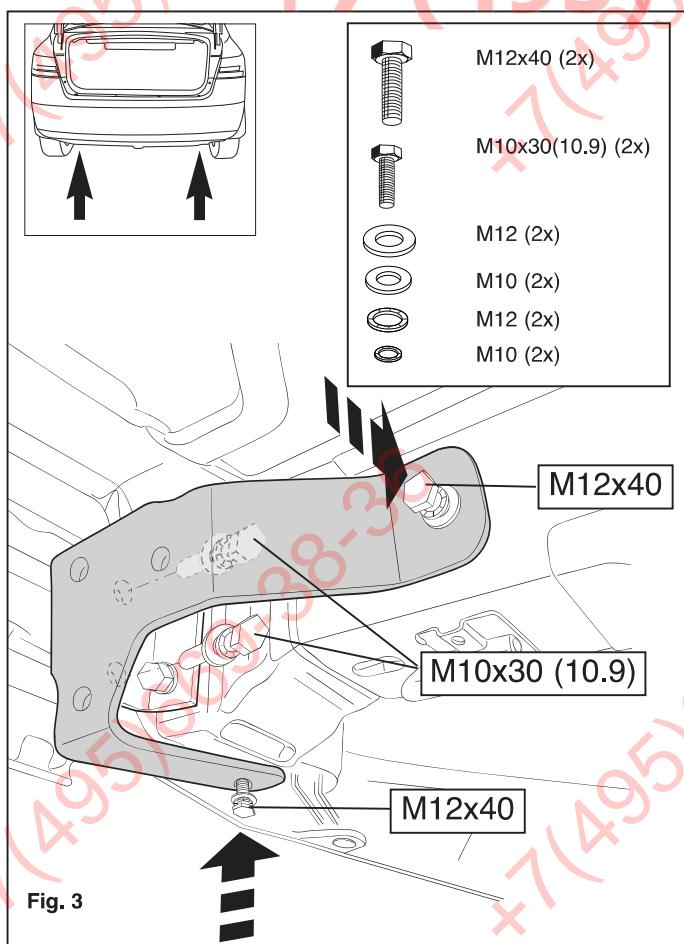

Fig. 3
4. Fit the sideplates C at the left and right at points D, E and F, hand-tight. See figure 3.
4. Установить боковые панели С слева и справа в точках D, E и F, слегка закрепив ее. См. рисунок 3.